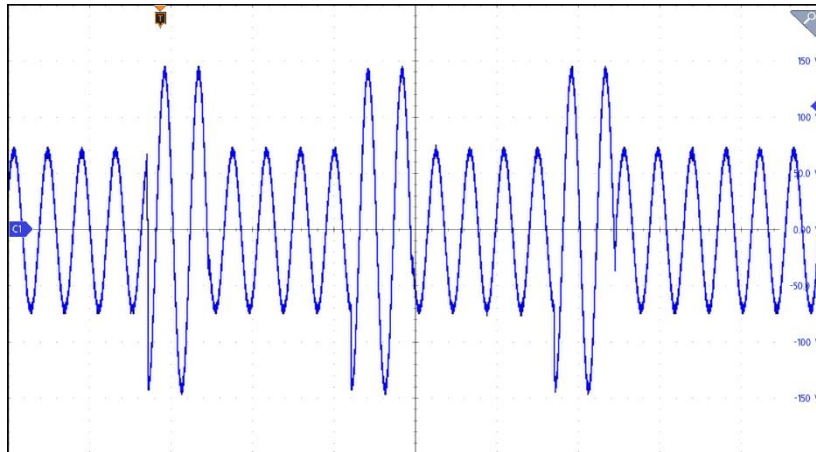

图 5-23 脉冲模式(Pulse)设定页面(第一相设定范例输出波形)
6. 设定参数后, 点击首页键  , 先按下 OUTPUT ON 输出键后再点选  可触发输出, 输出波形如图 5-23。